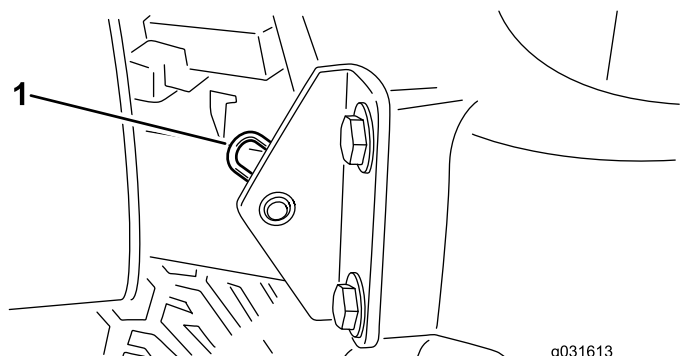

Рисунок 29
2. Снимите игольчатый шплинт крепления оси поворота капота к монтажным кронштейнам (Рисунок 29).